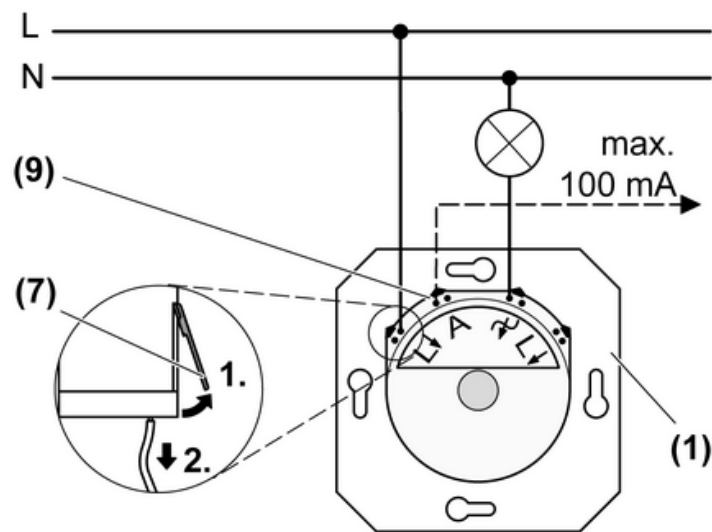

Bild 2: Anschlussplan
- (1) Dimmer
- (7) Anschlussleitung aus Steckklemme lösen
- (9) Steuerausgang A
- Dimmer (1) gemäß Anschlussplan anschließen (Bild 2).